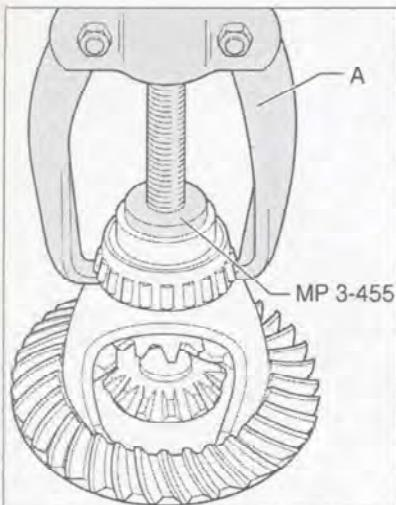

Рис. 7.136. Снятие внутренней обоймы роликоподшипника в картере.
3. Стягните внутреннюю обойму правого роликоподшипника с помощью съемника Kukko 44/2 или Kukko 20/10 (A) (рис. 7.136).